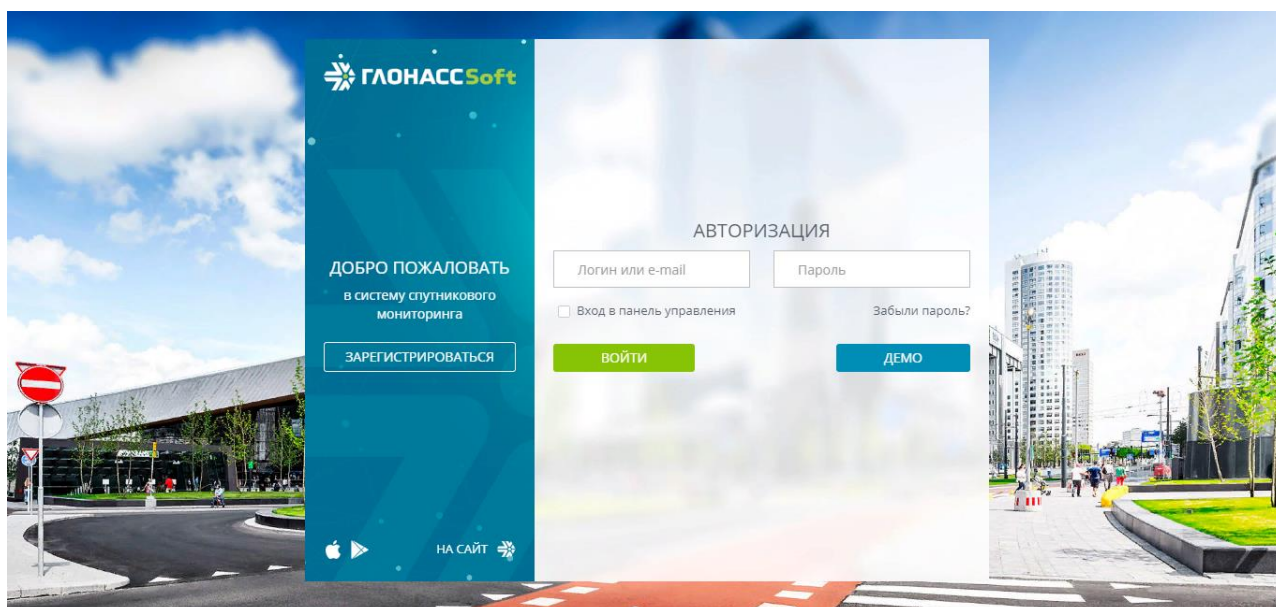

Рисунок 2.12 – Вход в web-приложение
1. Чтобы начать работу с программной платформой, необходимо зайти в браузер и ввести адрес <https://hosting.glonasssoft.ru/index.html#/login>. В открывшемся окне (рисунок 2.12) будут доступны кнопки **Зарегистрироваться**, **Войти** и **Демо**. Для входа в web-приложение необходимо знать логин и пароль учетной записи пользователя.